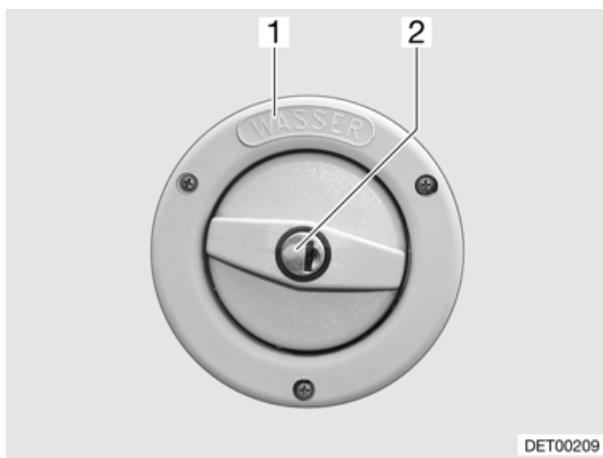

Fig. 83 Coperchio per bocchettone di riempimento del serbatoio dell'acqua potabile
- ▷ Il bocchettone di riempimento del serbatoio dell'acqua potabile è contraddistinto dalla scritta "WASSER" (acqua) (Fig. 83,1).
- Inserire la chiave nel cilindro della serratura (Fig. 83,2) e girare in senso antiorario.
- Inserire la chiave nel cilindro della serratura (Fig. 83,2) e girare in senso orario.
- Rimuovere il coperchio (Fig. 83,2) dal bocchettone di riempimento del serbatoio dell'acqua potabile (vedi paragrafo 10.3.1).